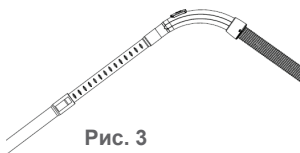

Рис. 3
Під'єднайте всмоктувальну трубку (14) до зігнутого кінця всмоктувального шланга (16) (рис. 3).